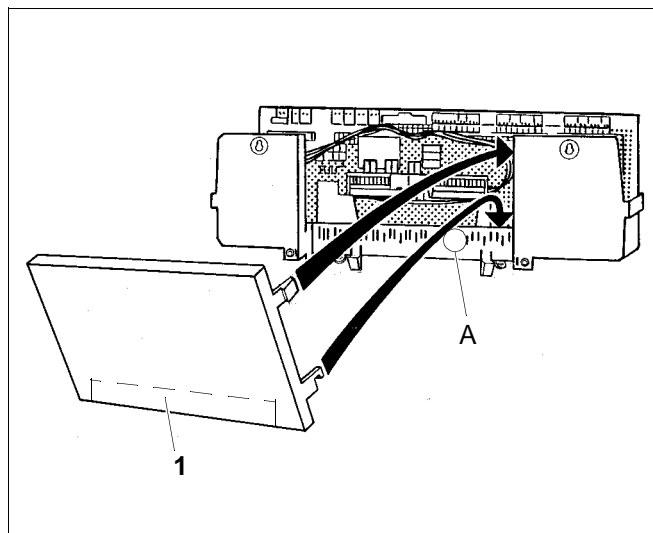

Fig 66 Face arrière de la régulation
Nous vous conseillons de retirer la partie repliée inférieure (fig. 66, **pos. 1**) de la face arrière de la régulation.
- Accrocher les deux crochets inférieurs de la face arrière dans le cache-bornes. Pousser en haut de la face arrière, jusqu'à ce que les crochets supérieurs s'encastrent (fig. 66).